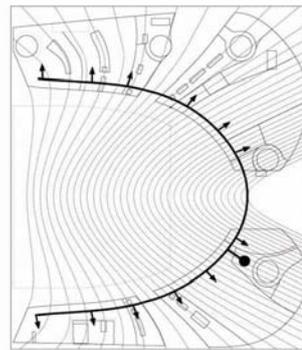

Figure 2
- Fluides par un bouclage du bâtiment, une production commune et des démonstrations partagées (*figure2*):